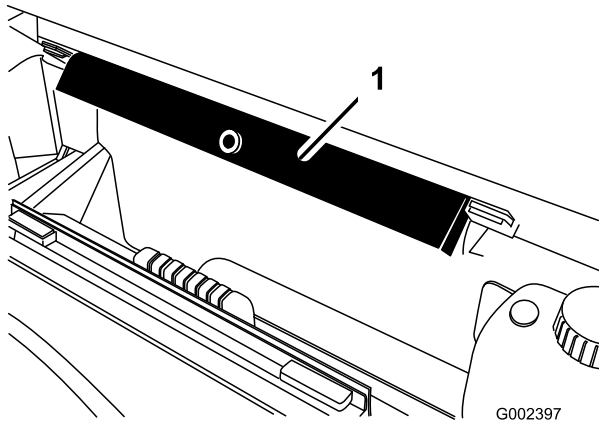

Figura 40
2. Retire el soporte de la plataforma de los soportes situados en la parte trasera del panel de protección anti-vuelco (Figura 40).